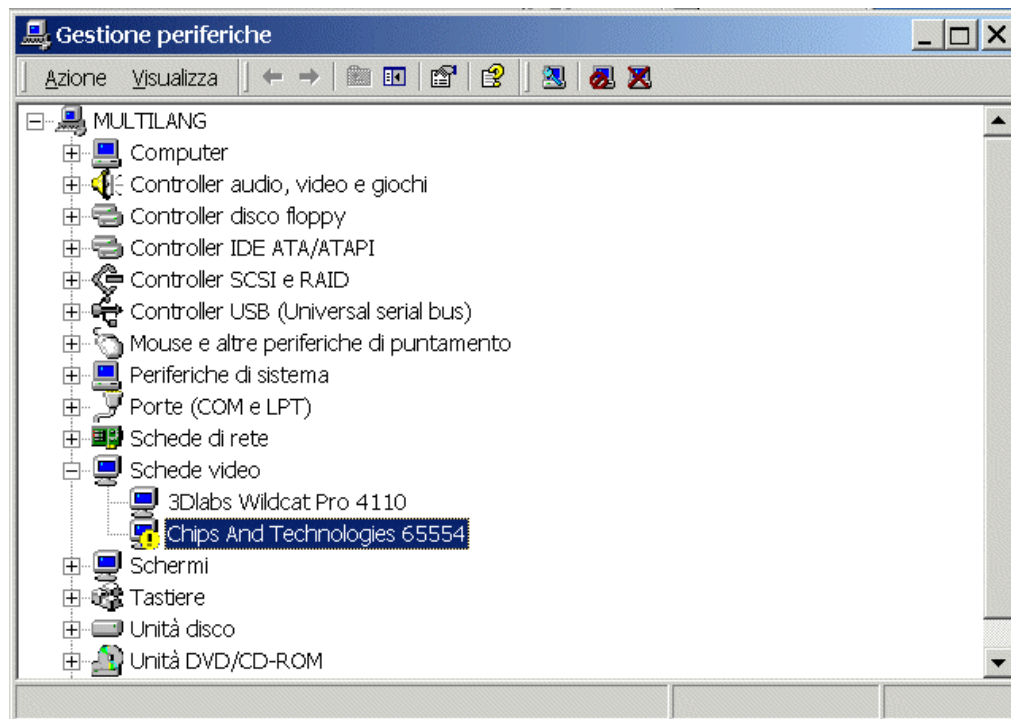

Figura 4. Gestione periferiche mostra l'adattatore per la grafica Chips and Technologies 65554
2. Su adattatori dello schermo, fare un doppio clic sull'adattatore per la grafica Chips and Technologies 65554 (vedi Figura 4).